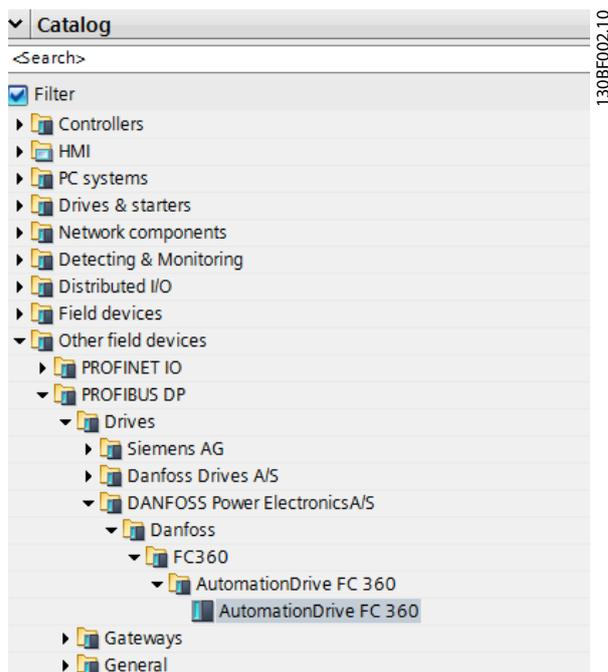
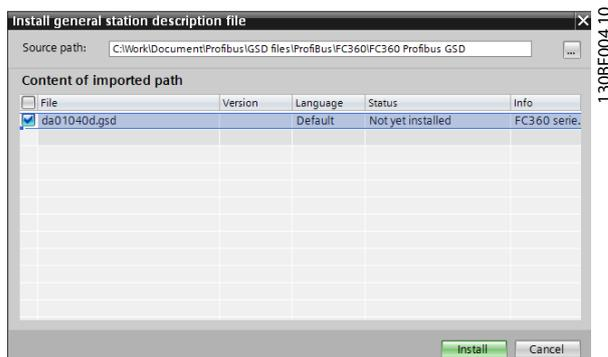

图 3.3 导入 GSD 文件和位图
图 3.4 添加 GSD 文件
3. 使用 GSD 文件浏览器安装所有文件，然后将 GSD 文件与设备位图均导入硬件目录中。请参阅图 3.3 和图 3.4。